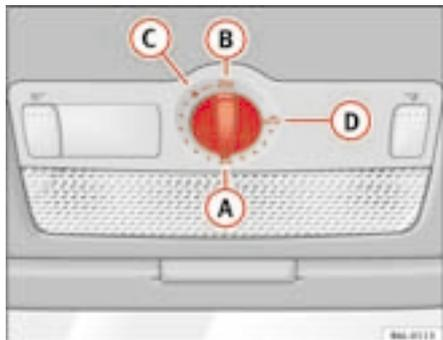

Fig. 53 Pormenor do revestimento interior do tejadilho: botão giratório do tecto de abrir / de levantar
- Rodar o botão giratório para a posição **A** ⇒ fig. 53 ⇒ **!**.